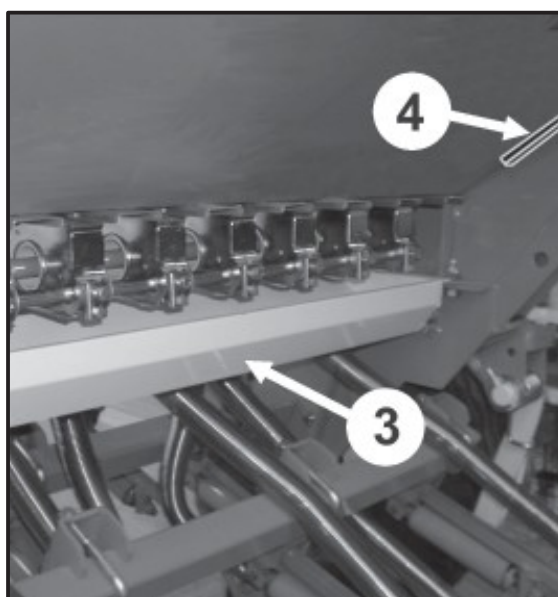

fig. 14
2) Togliere il vassoio (4, fig. 14) dalla posizione di riposo e collocarla nell'alloggiamento sotto i distributori (4, fig. 14). La macchina TRI-294/R-ESP non è equipaggiata del vassoio. In questo caso si dovrà utilizzare un contenitore o un telo idoneo a contenere i semi.